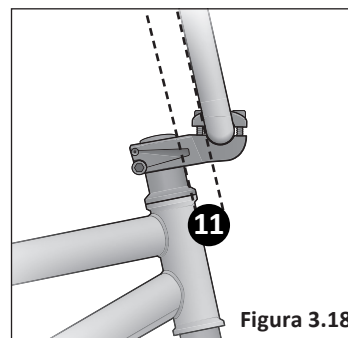

Figura 3.18
- 11 Mire desde un lado de la bicicleta y compruebe que el manillar esté paralelo con la horquilla. **Figura 3.18**